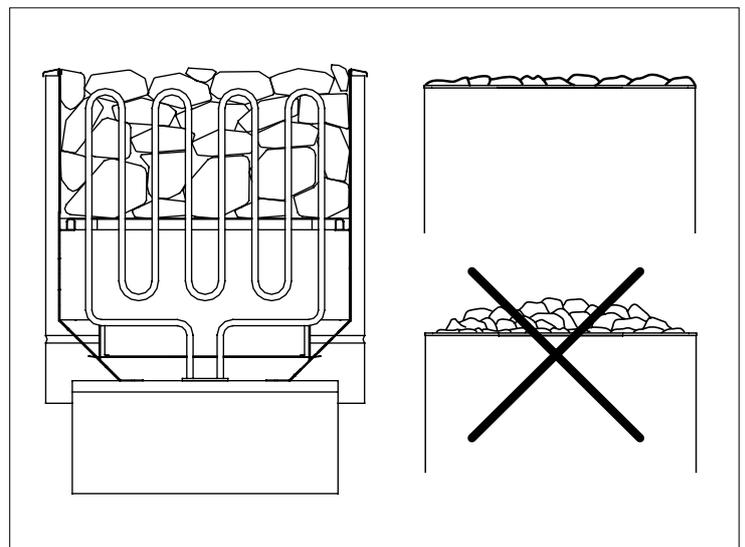

Figure 7.
- Les pierres doivent recouvrir entièrement les résistances de chauffage (Figure 7).